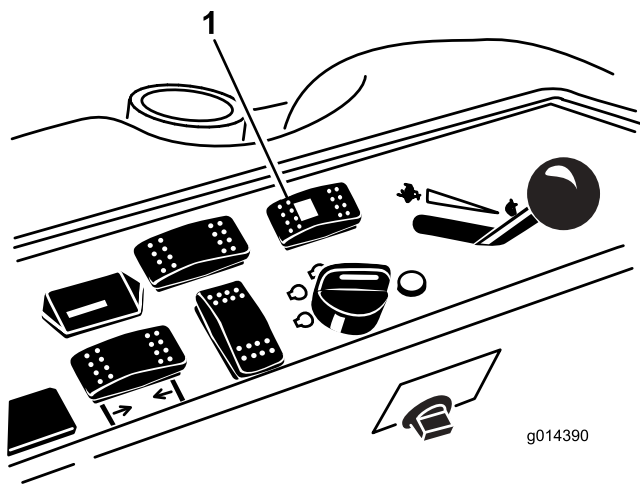

Рисунок 44
1. Переведите переключатель режимов рулевого управления назад – рулевое управление с приводом на четыре колеса (**Рисунок 44**).